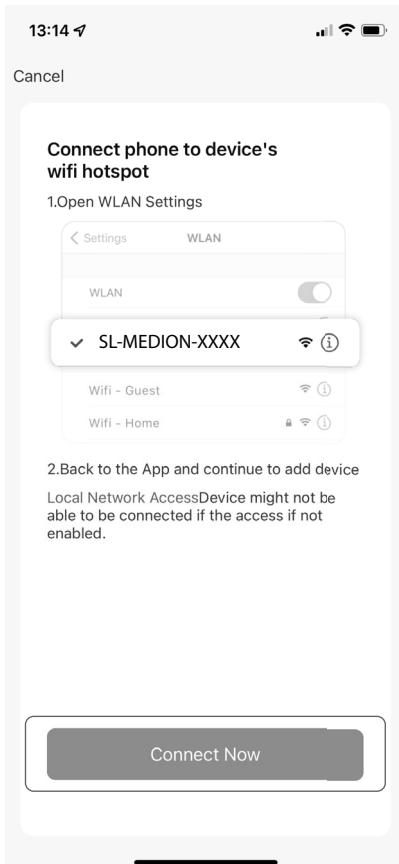

Fig. 8
- Cliquez au bas de l'affichage sur **CONNECTER** (**voir fig. 8**).